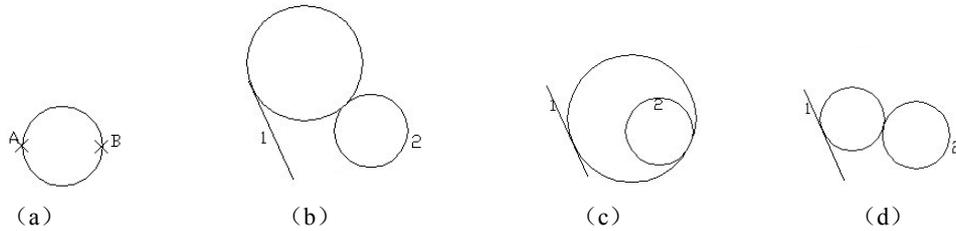

图 3-17 绘制圆
(1) 通过直径上的两点 A、B 绘圆，结果如图 3-17 (a) 所示。
(2) 通过 TTR 方法绘圆。假设已经绘制了直线 1 与圆 2，现绘制圆 3 与直线 1 和圆 2 相切。
如果指定圆的半径为 50，结果如图 3-17 (b) 所示。如果指定圆的半径为 60，结果如图 3-17 (c) 所示。如果指定圆的半径为 30，结果如图 3-17 (d) 所示。